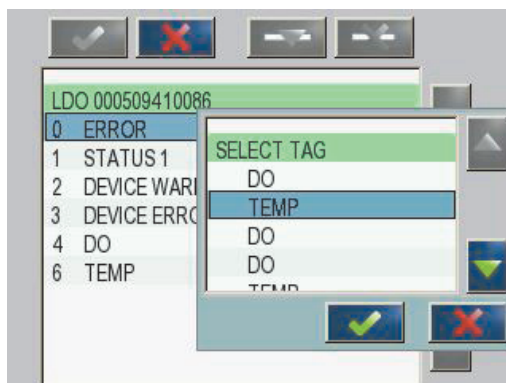

図 46 [Profibus/Modbus configuration] メニュー-タグの選択
6. テレグラムデバイスリストで、タグ (たとえば、エラーまたは状態) を選択し、[ADD (追加)] ボタンを押します。プローブに利用できる全タグのある [タグの選択] ボックスが表示されます (図 46)。